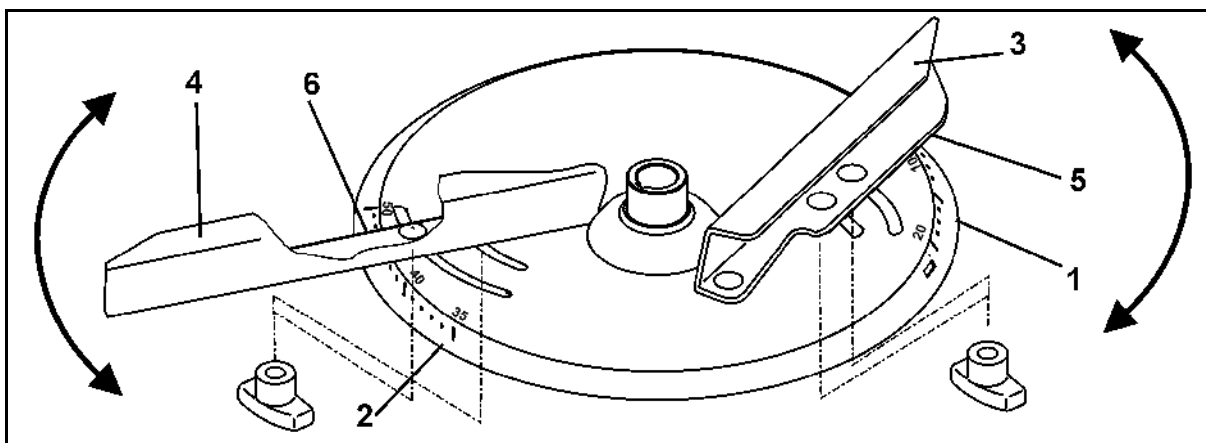

Bild 69
2. Dikesspridning enligt gödselförordningen (Bild 69):